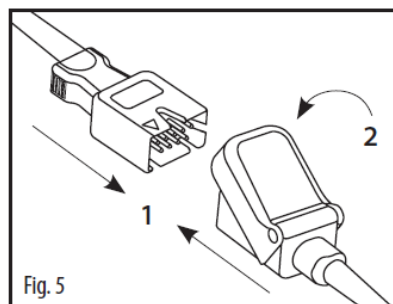

Fig. 27 Collegamento del cavo paziente LNC al sensore LNCS
Fare riferimento alle Fig. 5 nella Fig. 27. Allineare correttamente la spina del sensore e spingerla completamente nel connettore del cavo (1). Chiudere completamente il cappuccio protettivo (2).